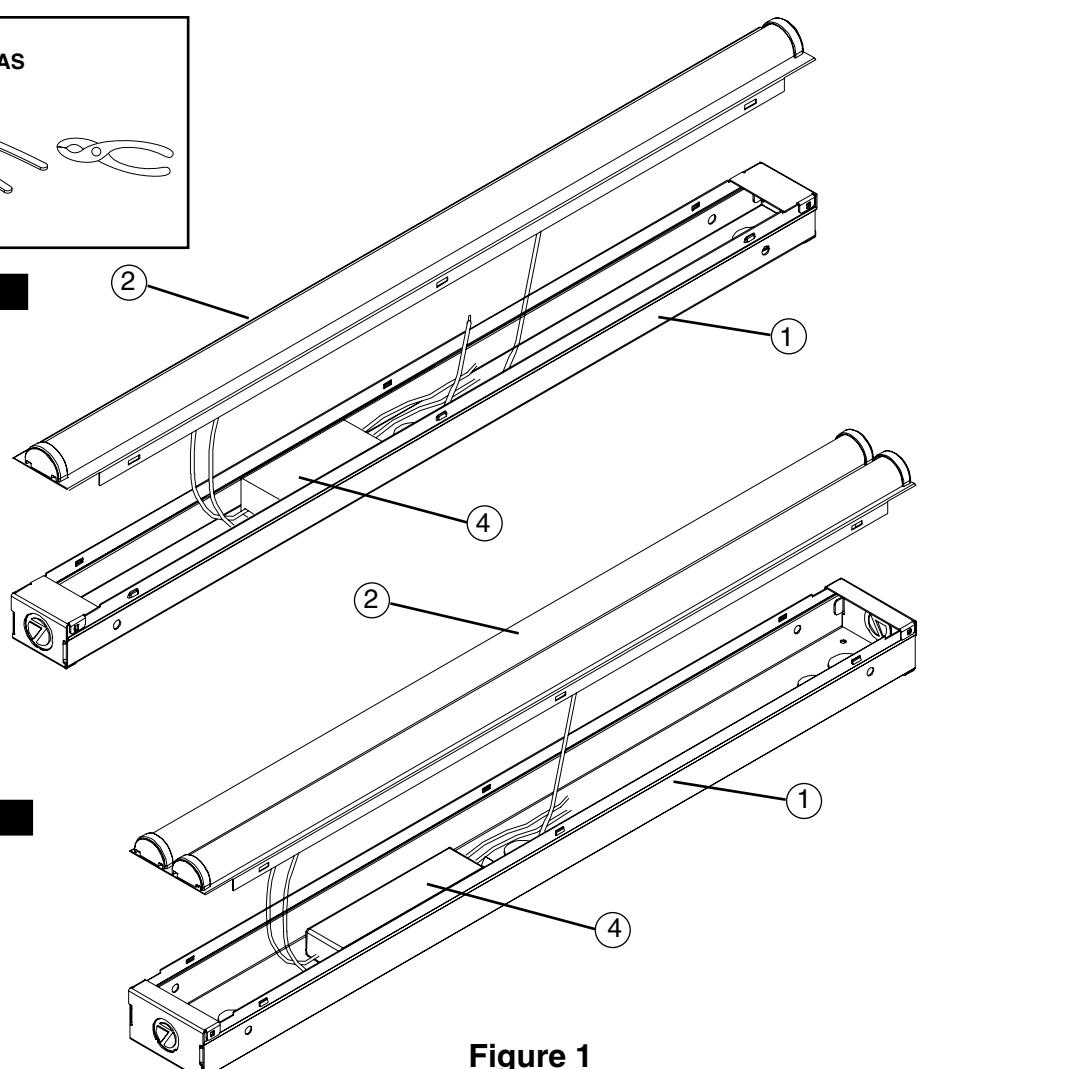

Figure 1
1. Remove fixture components and parts pack(s). Check that all parts are included. **See Fig. 1.**
1. Saque los componentes del luminario y paquete(s) de piezas. Compruebe que todas las piezas estén incluidas. **Vea Fig. 1.**